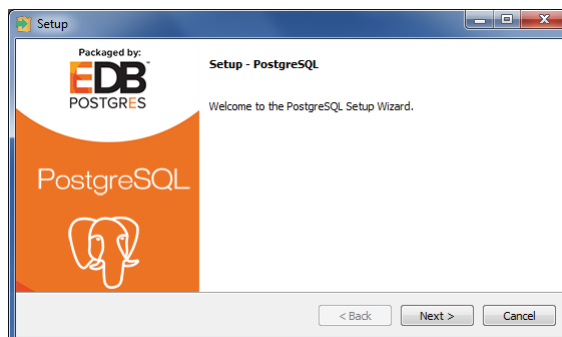

Рис. 3.3. Окно приглашения в мастер установки СУБД PostgreSQL
3. В открывшемся окне нажмите кнопку *Next* (Рис. 3.3).